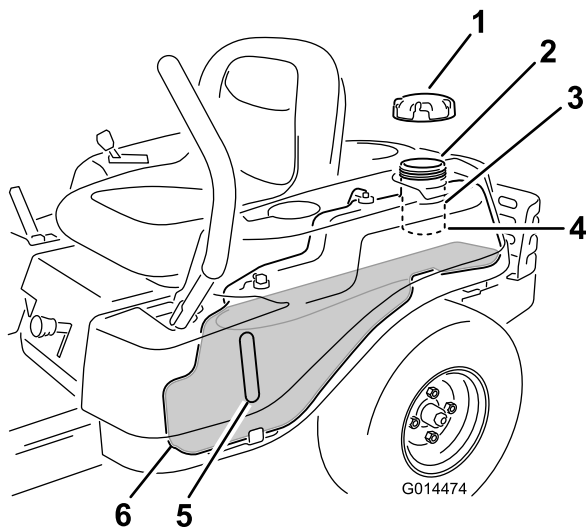

Figura 8
**Nota:** Puede utilizar la mirilla de combustible para verificar la presencia de gasolina antes de llenar el depósito (Figura 8).
2. Añada gasolina **lentamente** hasta que el combustible llegue a la base del cuello de llenado (Figura 8).